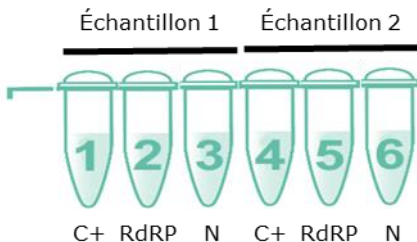

Figure 5: Une barrette de 6 micro-tubes permettant l'amplification de 3 séquences des gènes Alien RdRP et N (C+: contrôle positif) pour 2 échantillons.
- Pour les 2 échantillons en parallèle : l'amplification RT-LAMP avec le tampon réactionnel et les amorces réparties dans les micro-tubes (assay tubes), cf. Figure 5.
- Gène Alien : séquence non naturelle servant de contrôle positif du processus d'amplification - positions 1 et 4 sur la barrette de micro-tubes (cf. Figure 5).
- Gène RdRP : cible spécifique des betacoronavirus (β CoV) pathogènes pour l'homme appartenant aux groupes B et C (SARS-CoV-2, SARS-CoV et MERS-CoV) - positions 2 et 5 sur la barrette de micro-tubes (cf Figure 5)
- Gène N : cible spécifique au SARS-CoV-2 - positions 3 et 6 sur la barrette de micro-tubes (cf. Figure 5)
- c) Prélever un volume de 25 μ L du tube orange avec la pipette de précision orange équipée d'un cône à filtre et déposer ce volume dans chaque micro-tube correspondant à l'échantillon testé (cf. Figure 5), soit :
Pour chacun des deux échantillons (se référer à la Figure 5 pour la position), l'interprétation des résultats doit être réalisée selon le tableau suivant :